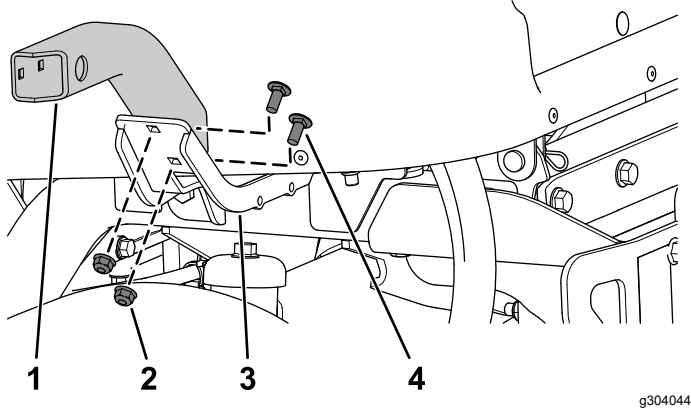

Figura 18
4. Sujete el soporte corto izquierdo al soporte izquierdo con 2 pernos de cuello cuadrado ($5/16'' \times 3/4''$) y 2 tuercas con arandela prensada ($5/16''$), como se muestra en la Figura 18.